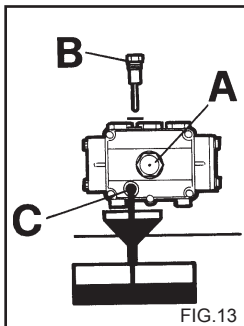

FIG.13
2) Svitare il tappo con l'asta di controllo livello (fig. 13).